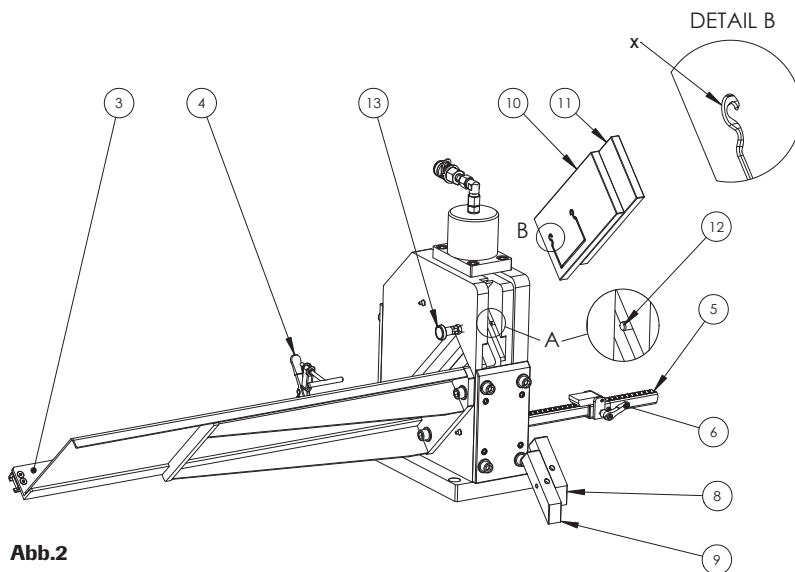

Abb.2
Die Scherplatten können jetzt in den geöffneten Scherplattenschacht eingesetzt werden. Korrekte Lage der Scherplatten = wie abgebildet. Besitzen die Scherplatten Einlaufkanten (siehe Abb. 2, Detail B), dann müssen diese bei der linken Scherplatte „links“ sein und bei der rechten Scherplatte „rechts“.
1. die Lage des zu scherenen Profils beim Einlegen so ist, wie in Abb. 2 zu sehen